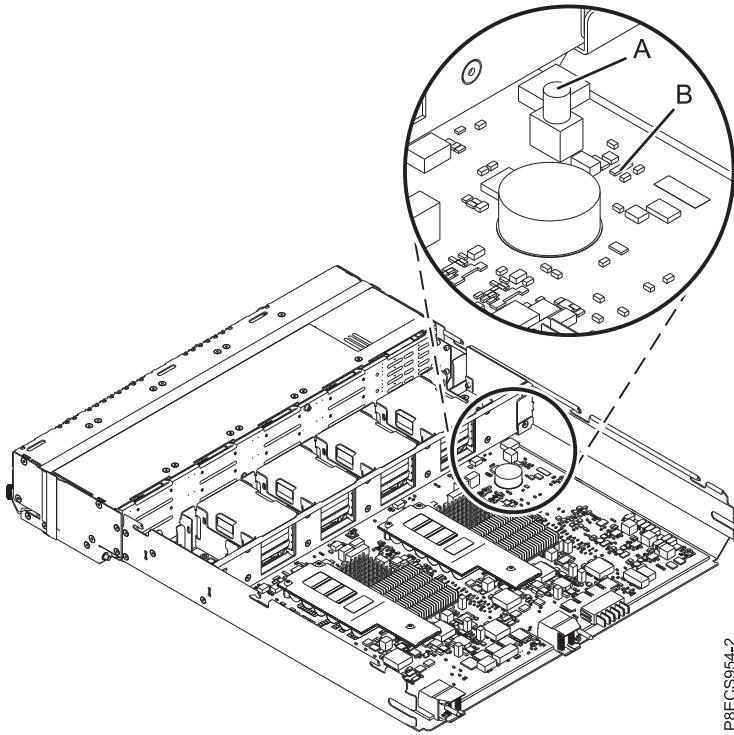

Figura 10. Activación del LED de identificación
10. Pulse el botón (A) como se muestra en la Figura 10 en la página 12 para activar el LED de identificación. Verifique que el LED (B) está encendido, lo que indica que hay alimentación suficiente para el LED de identificación. Si el LED (B) no está encendido, utilice el código de ubicación para buscar la ubicación física mediante la etiqueta de servicio.